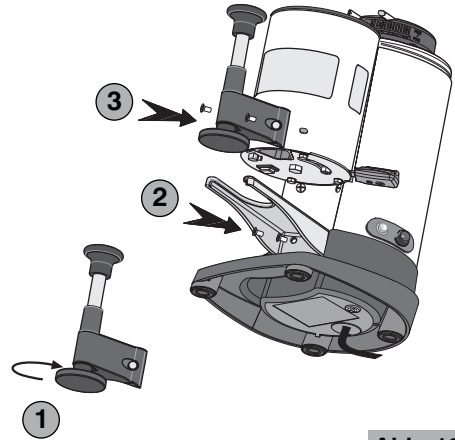

Abb. 10
- 2** Den Durchmesser der Pressvorrichtung (53, 54,5 oder 57,5 mm), der für den Filterhalter Ihrer Kaffeemaschine geeignet ist, und diesen am Stab der Teleskop-Pressvorrichtung befestigen (1, Abb. 10).
- 3** Die mit der Teleskop-Pressvorrichtung mitgelieferte lange Auflagegabel positionieren und mit den gleichen Befestigungsschrauben der vorher entfernten kurzen Auflagegabel befestigen (2, Abb. 10).
- 4** Die Teleskop-Pressvorrichtung positionieren und mit den mitgelieferten Schrauben befestigen (3, Abb. 10).